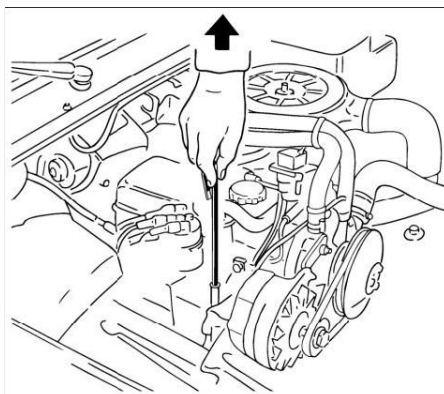

РИС. 2
- b) FIG.2 Снимите картер двигателя